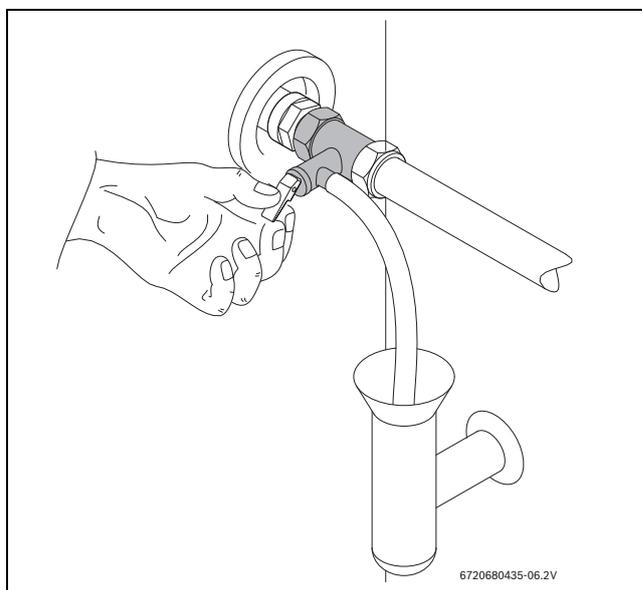

Fig. 10 Válvula de segurança
- ▶ Abrir a válvula de segurança (ver Fig. 10).
- ▶ Abrir manualmente a válvula de segurança pelo menos uma vez por mês (ver Fig. 10).